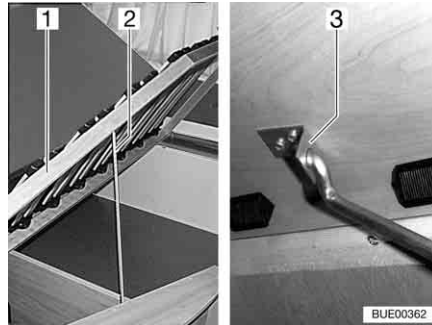

Fig. 75 Cama fija
- Levantar el somier (Fig. 75,1), soltar la barra (Fig. 75,2) del anclaje e introducirla en el agujero de la sujeción (Fig. 75,3).
- Levantar el somier (Fig. 75,1), soltar la barra (Fig. 75,2) de la sujeción (Fig. 75,3) y fijarla en el anclaje.